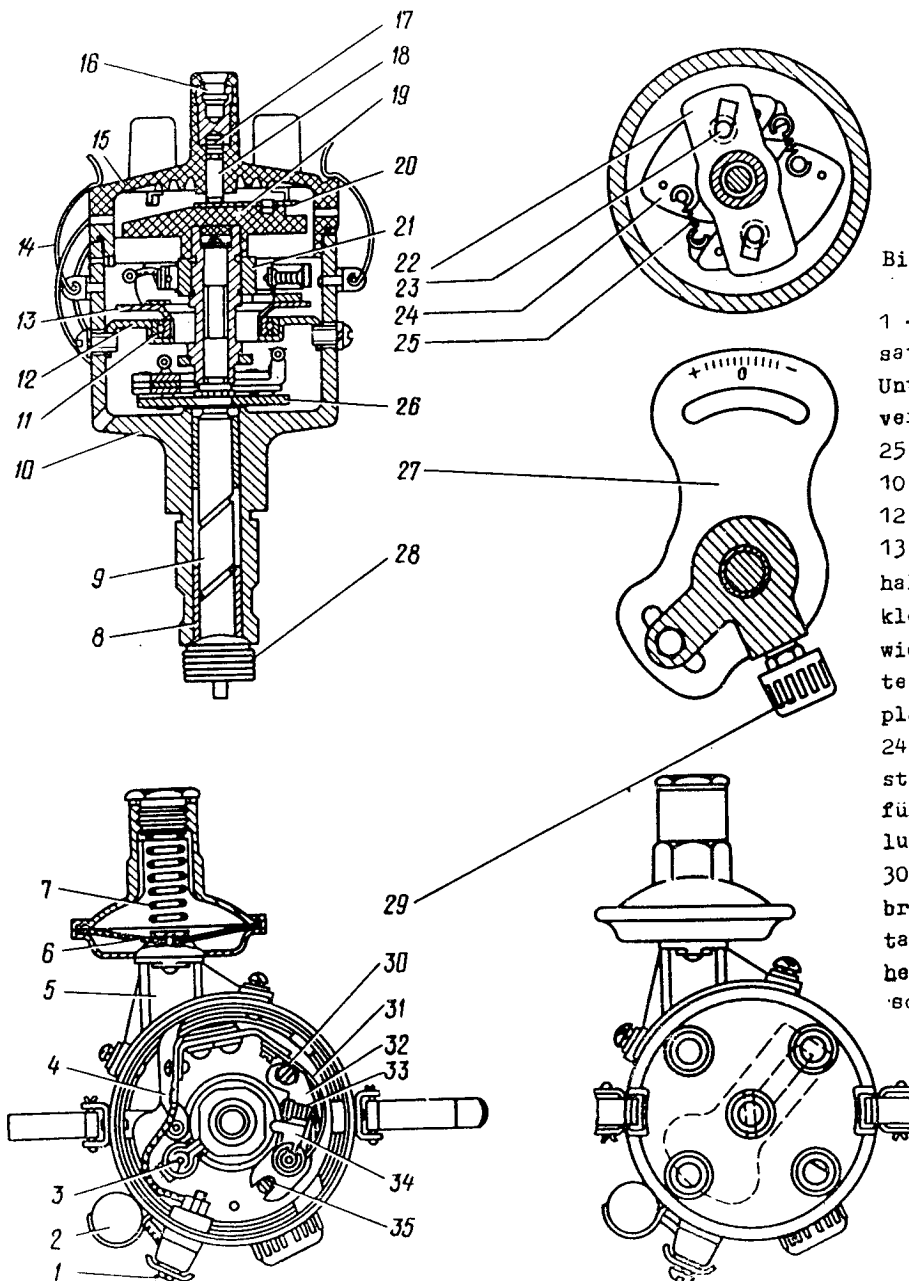
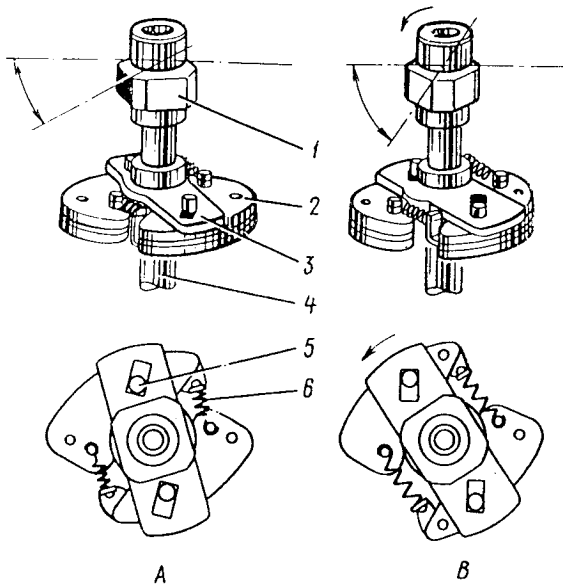
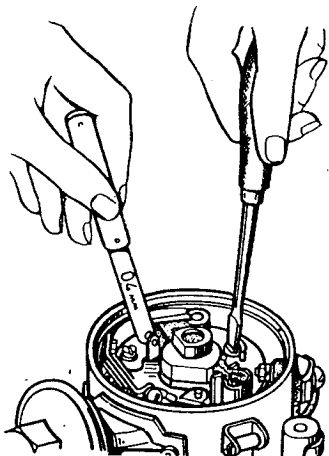

Bild 203. Zündverteiler:
Bild 204. Automatische Verstellung des Zündzeitpunktes durch den Fliehkraftversteller in Abhängigkeit von der Kurbelwellendrehzahl:
Bild 206. Einstellung des Kontaktabstandes am Zündverteiler
Der Zündverteiler (Bild 203) ist mit einem Fliehkraft- und einem Unterdruckversteller versehen. Der Fliehkraftversteller (Bild 204) ändert automatisch den Zündzeitpunkt je nach der Drehzahl der Motorkurbelwelle.
4. Zur Einstellung des Kontaktabstandes Motorkurbelwelle mit der Anwerfkurbel derart durchdrehen, daß der Unterbrechernocken die Kontakte ganz öffnet. Dann Sicherungsschraube 30 (Bild 203), die die Grundplatte des Amboßkontaktes befestigt, lösen und durch Drehendes Kopfes der Einstellschraube (Exzentrerschraube) 35 mit einem Schraubenzieher die Grundplatte und zusammen mit dieser den Amboßkontakt in die nötige Richtung verstellen, bis der richtige Kontaktabstand erreicht ist. Danach Schraube 30 anziehen und Kontaktabstand mit Fühllehre wieder prüfen (Bild 206).